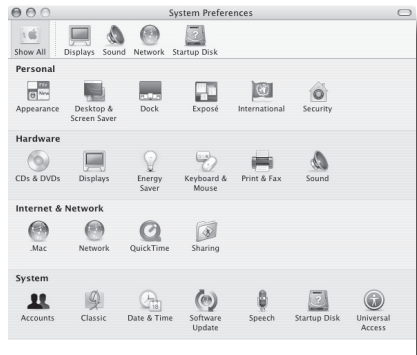

Abb. 2
3. Öffnen Sie dann die Sound-Einstellungen (Abb. 2).